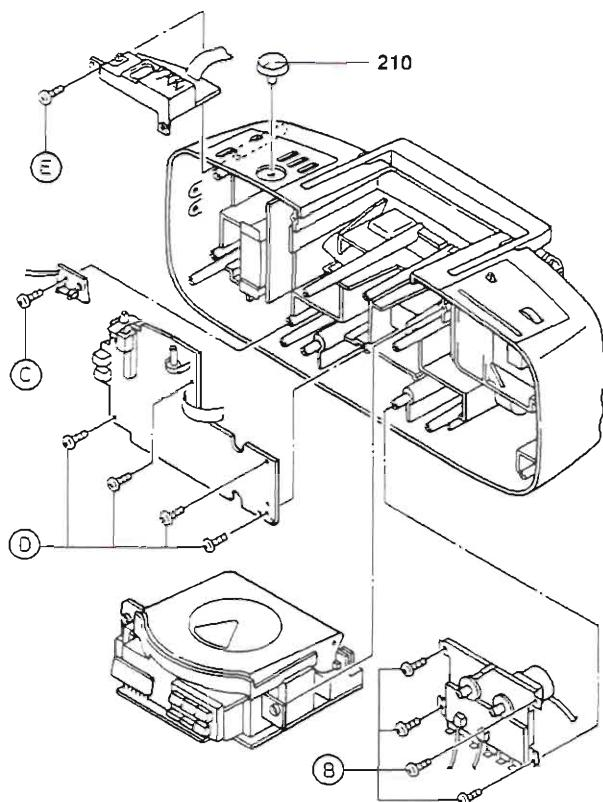
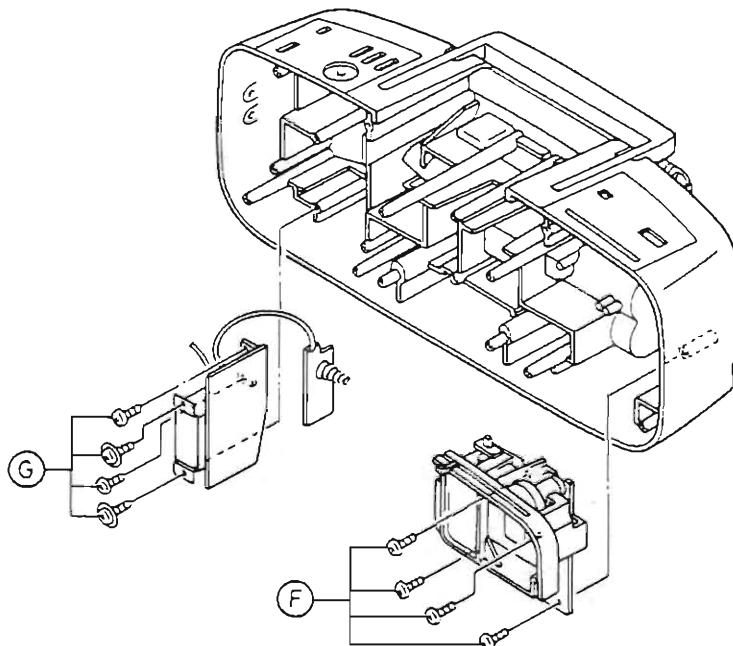

Fig. 2
Fig. 7
### 2. Cass.-Laufwerk ausbauen (Fig. 2)
### 2. Dismantling the Cassette Drive Mechanism (Fig. 2)
**6. Verstärkerplatte ausbauen (Fig. 2)**
**6. Removing the Amplifier Board (Fig. 2)**
**7. Equalizerplatte ausbauen (Fig. 2)**
- Schraube ⑤ herausdrehen.
**8. Netzteilplatte ausbauen (Fig. 7)**
- Vier Schrauben ⑥ herausdrehen.
- Undo the screw ⑤.
**8. Removing the Power Supply Board (Fig. 7)**
- Undo 4 screws ⑥.
**9. Tunerplatte ausbauen (Fig. 7)**
**9. Removing the Tuner P.C.B. (Fig. 7)**